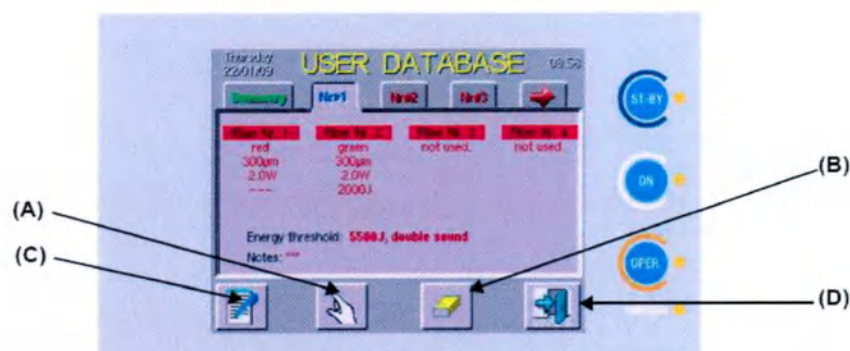

Рис. 33 – «USER DATABASE» («База данных»): пример программы
Для вызова действующей программы нажмите на область, указанную (A) на Рис. 33: система откроет меню пользователя с параметрами, вызванными из выбранной программы.
Область, указанная (В) на Рис.33, позволяет удалить программу: в данном случае система запросит подтверждение действия.
Область, указанная (D) на Рис.33, позволяет вернуться в меню пользователя без вызова программы.
Система аппарата также позволяет вставлять примечания по процедурам, которые будут отображаться на вкладке программы: при нажатии на область, указанную (С) на Рис. 33, выводится клавиатура, как показано на следующем рисунке:
Функция «Print» («Печать») – см. (C) на Рис. 33 – позволяет оператору распечатать отчет со всеми данными последних процедур лазером (если к аппарату ECHOLASER X4 подключен принтер).